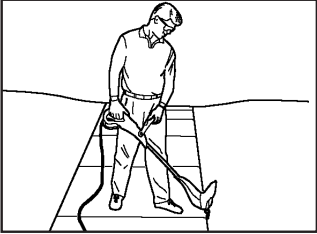

Fig. 4-2D
6. **OPERATING AS AN EDGER (Fig. 4-2D)** . With the unit configured as an edger, hold it so the motor is to your left side so that debris is thrown to the rear. Always use eye protection.
6. **UTILISATION EN TANT QUE TAILLE-BORDURE(Fig. 4-2D)** . L'appareil étant réglé en tant que taille-bordure, le maintenir de façon que le moteur soit à gauche pour que les débris soient projetés vers l'arrière. Toujours porter des lunettes de sécurité.
6. **OPERACIÓN COMO ORILLADOR (Fig. 4-2D)** . Con la unidad configurada como orillador, sujétela con el motor a la izquierda, de tal forma que las partículas sean lanzadas hacia atrás. Siempre utilice protector para los ojos.